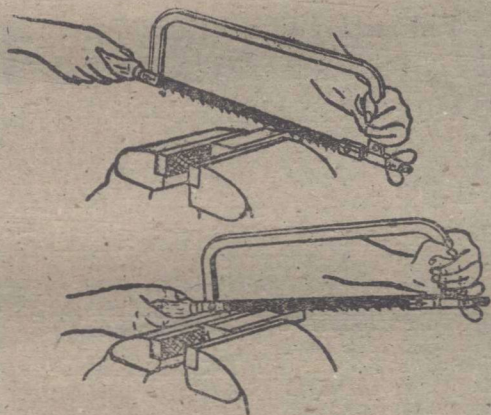

图 275
(2)在任何材料上开始起锯时，必须要稳重，放锯角度要小，只应在一个稜边上起锯，压力要轻，来回距离要短，先对着二、三个齿在稜边上拉出一道沟，锯齿才容易切入而得到稳当的引导，然后慢慢及于画线的全部，如图275所示。